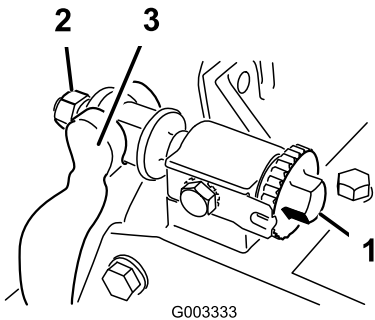

Figura 59
1. Girate in senso antiorario la vite di regolazione della barra di appoggio per allontanare la controlama dal cilindro (Figura 59).